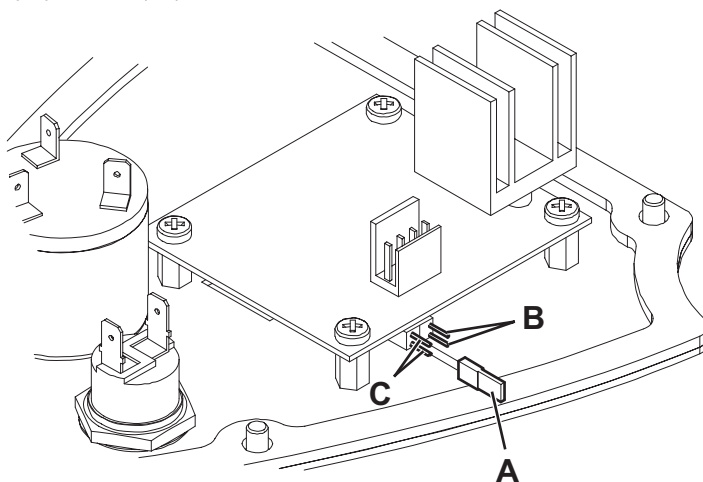

Рис. 1
1. Поверните ключ зажигания (72) в положение «0».
- Отсоедините разъем аккумулятора (46).
- Выньте винты (83) и аккуратно снимите правую панель управления (84).
- Установите перемычку (А, Рис. 1) на коннекторы «ГЕЛЬ» (В) для ГЕЛЕВЫХ/AGM аккумуляторов.
- Аккуратно установите панель управления (84) и соответствующие винты.
- Подключите разъем аккумулятора (46).